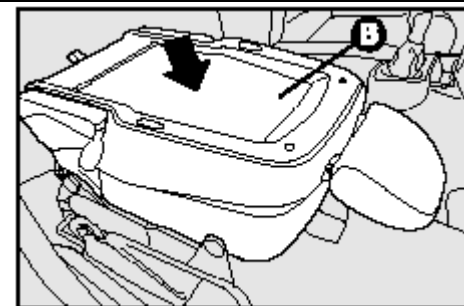

рис. 24
- затем нажать на спинку сиденья **В** – **рис. 24** нажав его к низу. В таком положении сиденье может выполнять функцию столика;